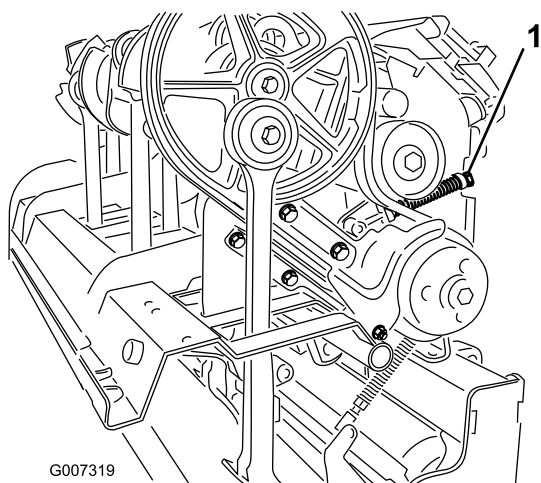

Figure 37
4. Pour détendre le ressort de la poulie de tension, desserrez le contre-écrou de fixation de la retenue (Figure 37) et tournez la retenue.